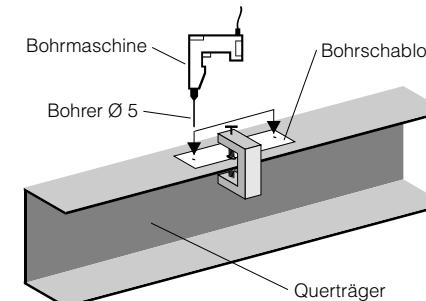

Abb. 2
1. Die mitgelieferte Schablone, für die bei der Installation benötigten Bohrlöcher, in der Mitte des oberen Querträgers wie in Abb.: 2 angegeben, mit einer Zwinge fixieren.
2. Entsprechend der Schablone die 2 Löcher mit einem 5mm Bohrer bohren. Wie in Abb.: 2 angegeben.